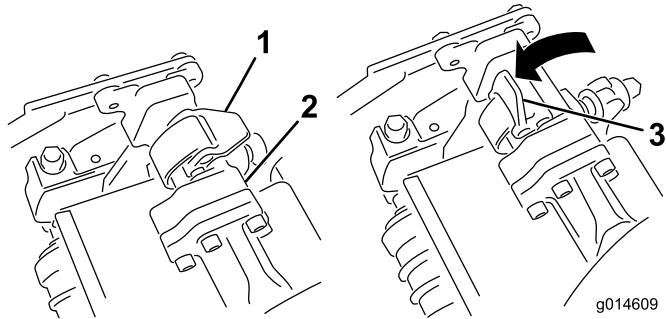
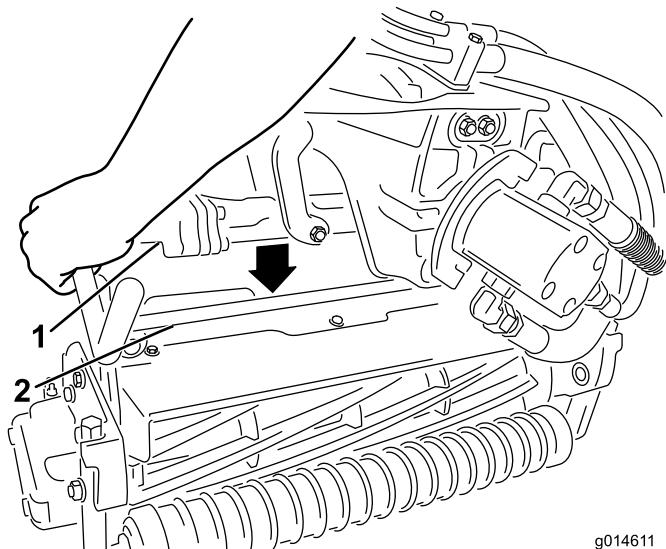

Bild 13
Bild 14
9. Die Riegel an der Aufhängearmstange müssen nach oben zeigen (d. h. offen) (Bild 13); drücken Sie den Aufhängearm dann so nach unten, dass die Stange über die Stange an der Oberseite des Mähwerks passt (Bild 14).
10. Drücken Sie die Riegel nach unten und um die Mähwerkstange und arretieren sie (Bild 13).